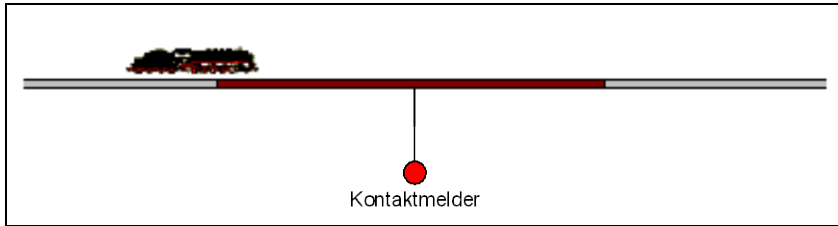

**Abbildung 84: Zug verlässt den Momentkontakt – der Kontakt wird ausgeschaltet**
*Momentkontakte* werden nur für einen kurzen Moment eingeschaltet, wenn der Zug eine bestimmte Stelle auf der Modellbahn passiert. Sie werden sofort wieder ausgeschaltet, wenn der Zug weiterfährt. In Abbildung 82 bis Abbildung 84 ist ein Momentkontakt abgebildet, der durch einen vorbeifahrenden Zug ausgelöst wird. Momentkontakte zeigen an, dass ein Zug gerade an einer bestimmten Stelle vorbeifährt. *Dauerkontakte* werden eingeschaltet, wenn ein Zug in einen bestimmten Schienenabschnitt einfährt. Sie bleiben eingeschaltet, bis der Zug den Abschnitt verlassen hat. Dauerkontakte zeigen an, dass ein Zug sich in einem bestimmten Gleisabschnitt befindet. In Abbildung 85 bis Abbildung 88 wird ein Dauerkontakt dargestellt, der durch einen vorbeifahrenden Zug ein- und ausgeschaltet wird. Dauerkontakte können anzeigen, dass sich ein Zug in einem Gleisabschnitt befindet, auch wenn der Zug sich nicht bewegt. Momentkontakte werden dagegen normalerweise nur von fahrenden Zügen ausgelöst. Momentkontakte gibt es als mechanische Gleiskontakte, Reed-Kontakte oder optische Sensoren. Dauerkontakte arbeiten meistens mit Stromfühlung in abgetrennten Gleisabschnitten.